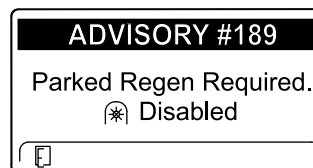

Figura 51
- Dacă nu efectuai o regenerare în stare de parcare în decurs de 2 ore, InfoCenter afișează regenerarea în stare de parcare necesară - priză de putere dezactivată ADVISORY #189 (recomandarea nr. 189 (Figura 51)).